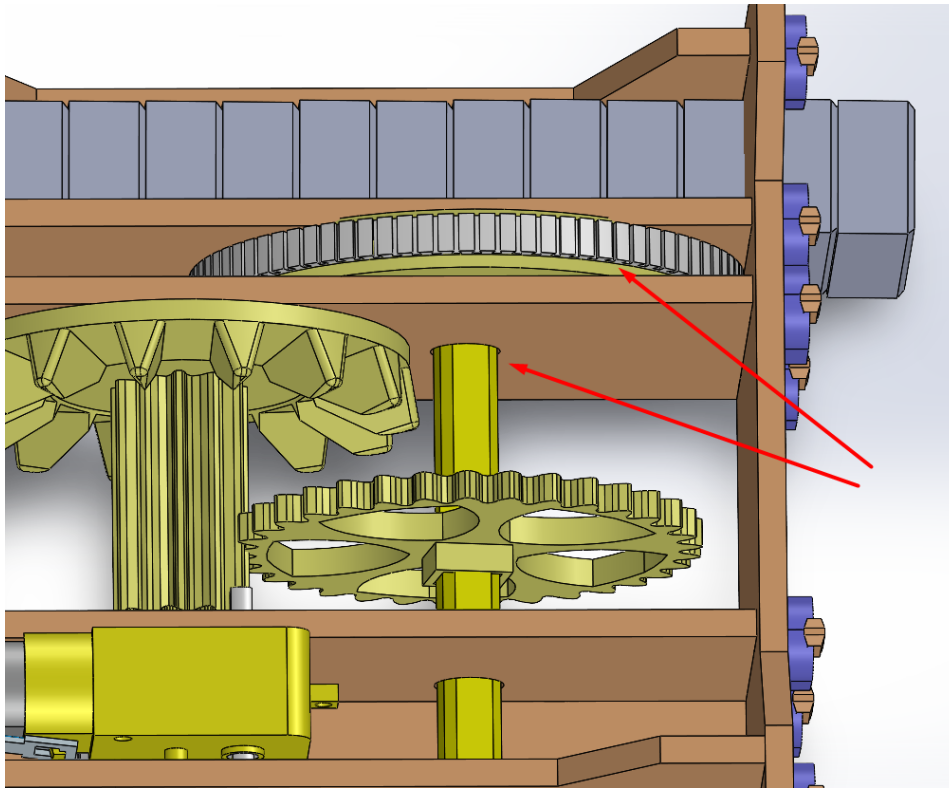

FIGURE 18
**STEP 14:** Avant de finir l'insertion de l'axe, nous allons placer la première roue entre les deux murs proches l'un de l'autre, puis nous poussons l'axe à travers comme dans la figure 18.